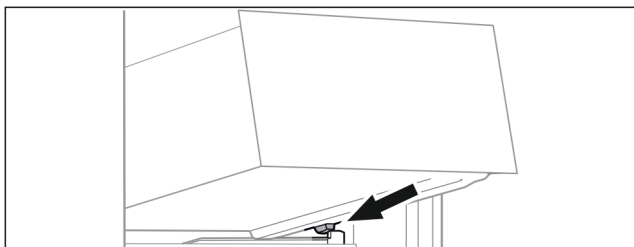

Fig. 59
- ▶ 将抽屉斜放在容器肋梁上的止动器后面。(参见 Fig. 59)